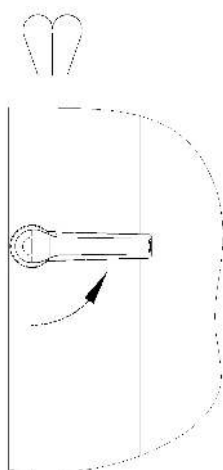

Рис. 6. Положение ручки двери при выпуске пара
- Для открывания двери поверните ручку двери против часовой стрелки (Рис. 6). При таком положении ручки, если до этого печь работала, возможен выход горячего пара. Во избежание получения ожога от горячего пара, сначала выпустите пар незначительно приоткрыв дверь.